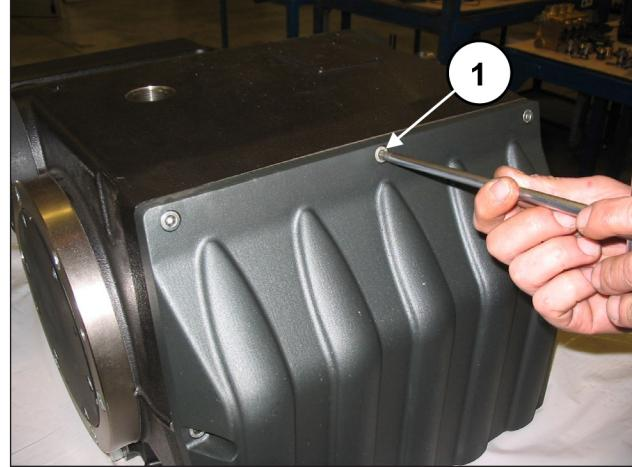

Рис. 9
Открутите винты крепления крышки картера (поз. ①, Рис. 9) и снимите ее. Снимите уплотнительное кольцо круглого сечения (O-ring), если необходимо - замените.